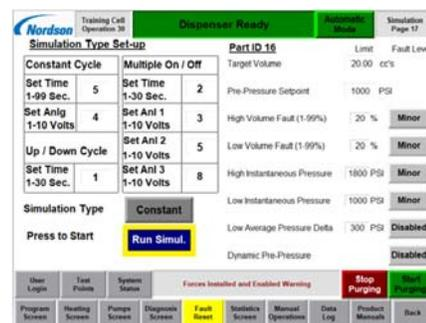

Figure 20 Écran du programme
25. Sur l'écran *Simulation Mode* (Mode simulation), appuyer sur le bouton *Run Simul.* (Lancer la simulation) pour tester les pompes. Voir la Figure 20.